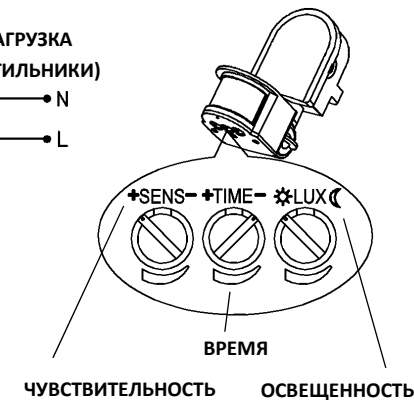

Рис.4
- Датчик работает в пассивном режиме инфракрасного излучения и реагирует на движение источников тепла. Если, например, в зону обнаружения датчика входит человек, первым делом датчик производит сравнение текущего значения внешней освещенности и выставленной в настройках датчика. Если она выше уставки датчика (рис.4) - датчик не включит нагрузку, если ниже - происходит включение нагрузки (светильников).